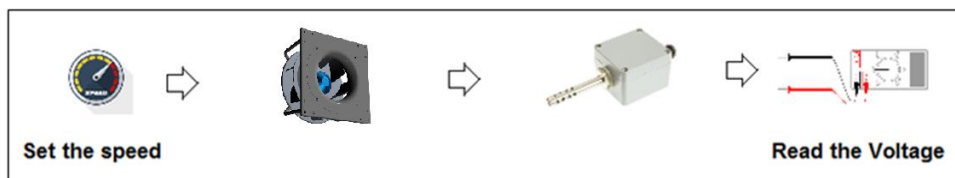

Fig. 32 – Hitta PID-referensen
- 3) I öppen slinga ställer du in fläkthastigheten vid önskad prestanda och läser givarens spänningsvärde (Fig. 32)